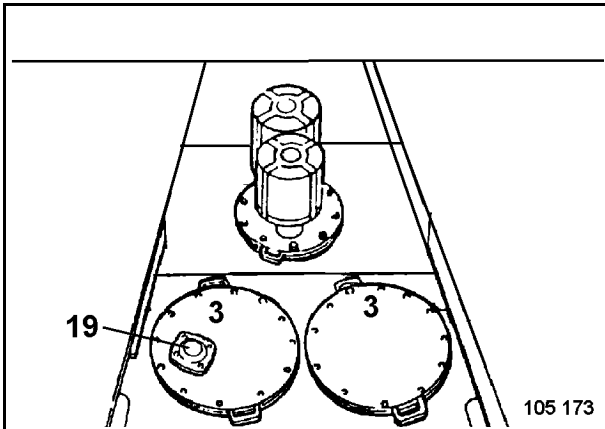
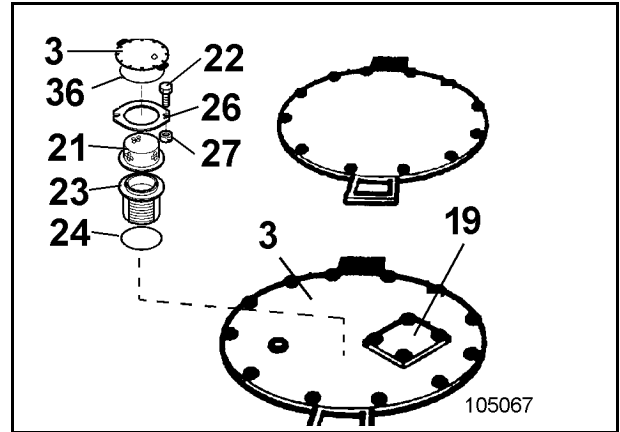

Fig. 3-74:
Fig. 3-75:
- Retirar la tapa (3, Fig. 3-74: y Fig. 3-75:) con el anillo obturador (36).
- Desenroscar los tornillos (22). Sacar la válvula de derivación.
- Sacar el tamiz (23) con el anillo obturador y limpiarlo en gasolina de lavado o petróleo; renovarlo en caso de necesidad.
- Comprobar el anillo obturador (24) con respecto a daños; renovarlo en caso de necesidad.
- Insertar la válvula de derivación y fijarla por los tornillos (22).
- Montar la válvula de derivación con el tamiz nuevo (23, Fig. 3-74:) y el anillo obturador nuevo.
- Montar la válvula de derivación nueva con el anillo obturador nuevo (24) y fijarla con los tornillos (22).